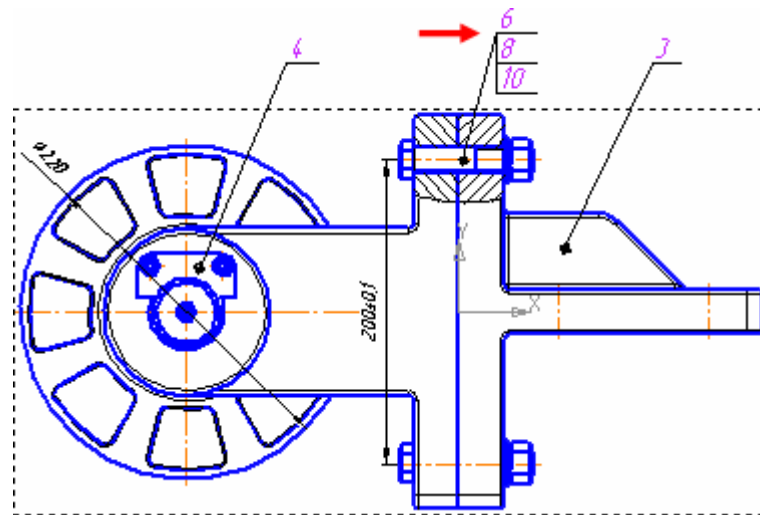

Рисунок 24.
- Линии-выноски, указывающие на группы крепежных деталей, относящихся к одному и тому же месту крепления, подключите ко всем элементам группы. При этом будет автоматически формироваться общая линия-выноска с вертикальным расположением номеров позиций (рис.24).